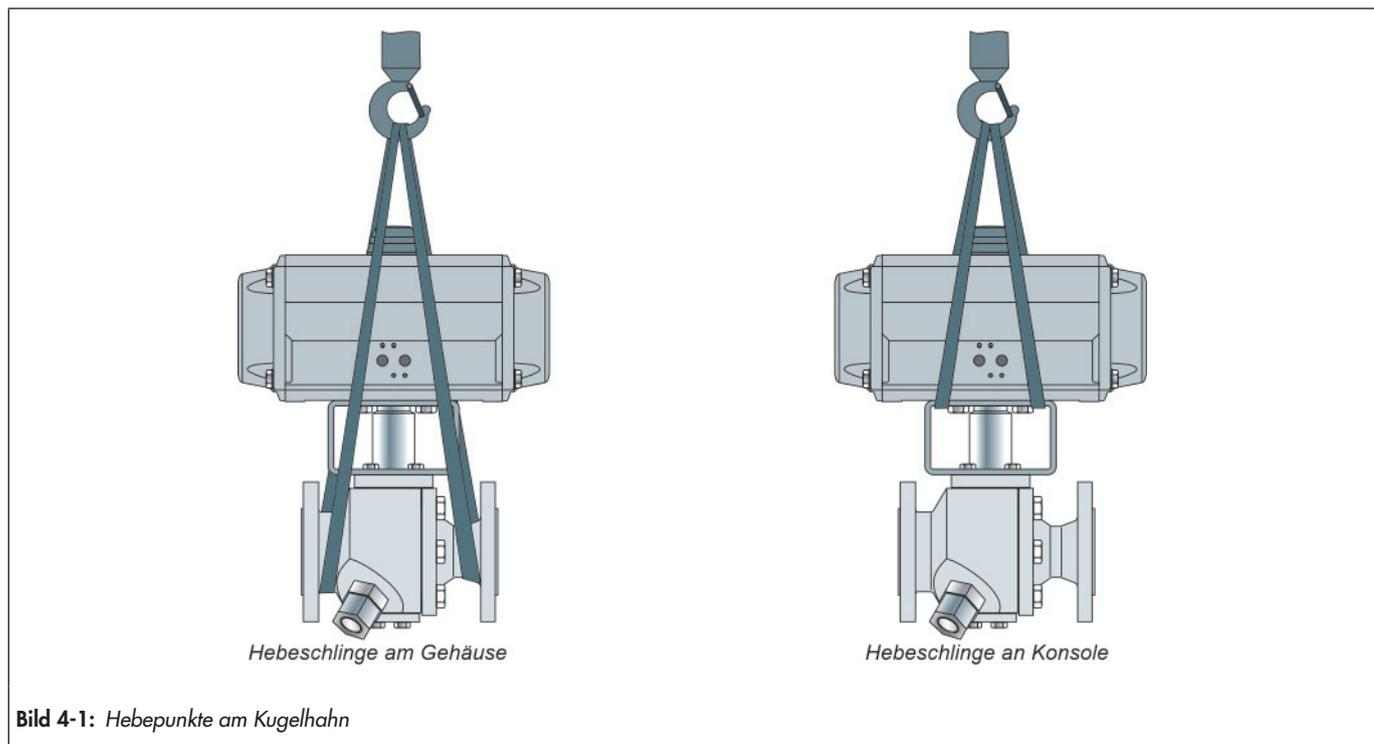

Bild 4-1: Hebepunkte am Kugelhahn
- ⇒ Als Tragmittel einen Haken mit Sicherheitsverschluss verwenden, damit die Anschlagmittel beim Heben und Transportieren nicht vom Haken rutschen können, vgl. Bild 4-1.
- ⇒ Je eine Hebeseile an den Flanschen des Gehäuses und am Tragmittel (z. B. Haken) des Krans oder Gabelstaplers anschlagen, vgl. Bild 4-1. Dabei die Sicherheit, Tragfähigkeit und Länge der Hebeseile beachten.
- ⇒ Je eine Hebeseile an der Konsole und am Tragmittel (z. B. Haken) des Krans oder Gabelstaplers anschlagen, vgl. Bild 4-1. Dabei die Sicherheit, Tragfähigkeit und Länge der Hebeseile beachten.